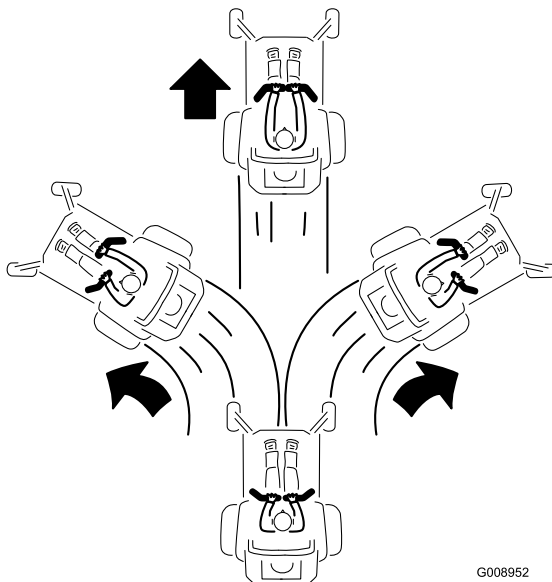

Bild 17
2. Drücken Sie die Steuerhebel langsam nach vorne, um vorwärtszufahren (Bild 17).
Wenden Sie denselben Druck auf beide Fahrtriebshebel an, um geradeaus zu fahren (Bild 17).
Verringern Sie zum Wenden den Druck auf den Fahrtriebshebel in der Richtung, in der Sie wenden möchten (Bild 17).